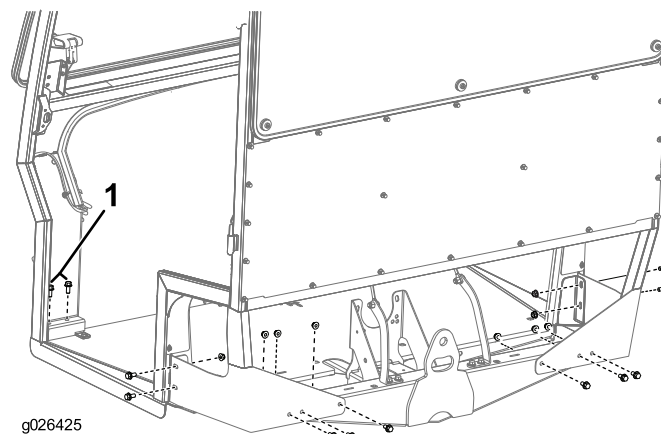

Figura 8
3. Sujete el bastidor a la máquina con 10 pernos ($\frac{3}{8}$ " x $\frac{3}{4}$ "), 10 tuercas ($\frac{3}{8}$ ") y 4 pernos ($\frac{3}{8}$ " x $\frac{7}{8}$ "), como se muestra en la Figura 8.